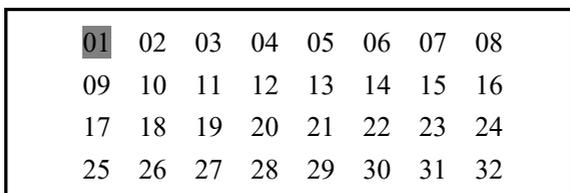

图 1
1.1 开机后进入到主界面，主界面显示 1 到 32 这 32 个分机的地址编号，如果某个装置分机有效则这个分机地址显示选中状态，界面如下图 1: